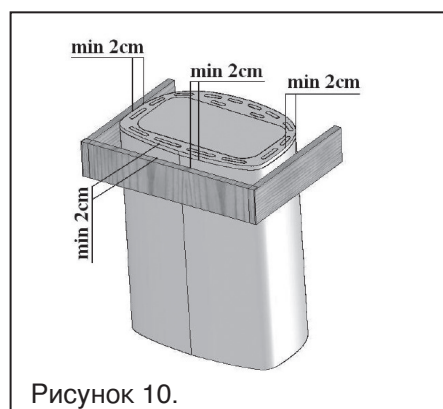

Рисунок 10.
- При необходимости можно сделать вокруг каменки защитное ограждение. См. рисунок 10. В качестве материала для защитного ограждения мы рекомендуем использовать дерево. В этом случае обязательно следует соблюдать минимально допустимые расстояния безопасности до возгораемых конструкций.